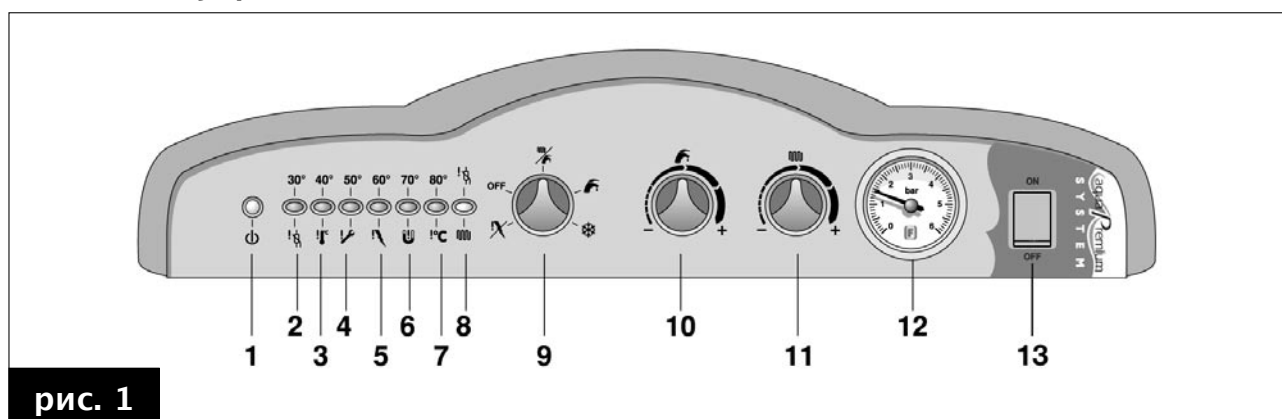

рис. 1
- выбрать режим работы котла многофункциональным переключателем 9 (рис. 1);
- выбрать режим работы котла, т.е. включить или отключить систему AQUA PREMIUM нажатием кнопки 13 (рис. 1);
- регулятором 11 (рис. 1) установить требуемую температуру воды для отопительной системы;
- регулятором 10 (рис. 1) установить требуемую температуру воды санитарного назначения;
- в случае запроса со стороны системы отопления загорается лампочка 8 (рис. 1).
Подключение или отключение бойлера выполняется самим пользователем: для этого на панели управления имеется кнопка 13 (рис. 1).
Функция антизамораживания защищает только котел, а не какие-либо другие компоненты системы отопления. Защита системы отопления может быть обеспечена с помощью комнатного термостата, однако не забывайте, что при установке котла переключателем 9 (рис. 1) в режим “предотвращение замораживания” комнатный термостат отключается.
При блокировке горелки в результате перегрева мигает красная лампочка 3 (рис. 1). В этом случае следует обратиться в аккредитованный сервисный центр или к квалифицированному специалисту для проведения техобслуживания.
В случае блокировки горелки при неисправности воздухозаборных труб и/или дымохода начинает мигать лампочка 4 (рис. 1). В этом случае следует обратиться в аккредитованный сервисный центр или к квалифицированному специалисту для проведения техобслуживания.
В случае блокировки при срабатывании реле минимального давления воды мигает красная лампочка 6 (рис. 1), сигнализируя о недостаточном давлении в системе отопления. Подпитайте систему через кран подпитки, расположенный в нижней части котла, рядом с гидравлическим узлом (рис. 2). Для восстановления необходимого давления воды действуйте следующим образом:
- поверните рукоятку крана подпитки против часовой стрелки и держите кран открытым до тех пор, пока манометр 12 (рис. 1) не покажет значение давления 1 – 1,3 бар; после этого можно закрыть кран, повернув рукоятку по часовой стрелке.